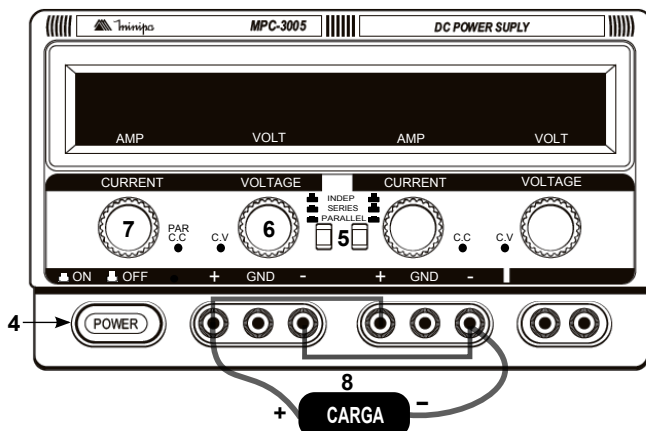

Figura 7 - Conexão Paralelo das Fontes MPC-3003 e MPC-3005.
8. Conecte a carga aos terminais de saída da fonte observando as polaridades (+) do (CH1) e (-) do (CH2), de acordo com a figura 7.